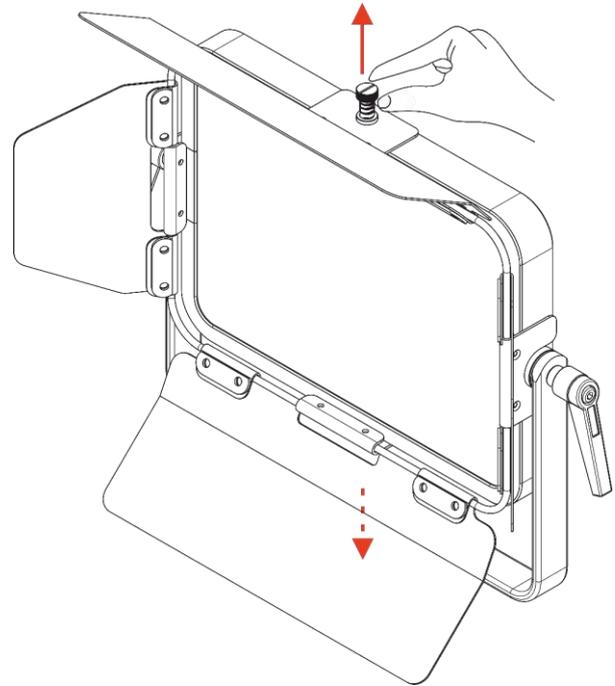

Fig. 09
- 02) Sujete el resorte de ajuste, tire de él hacia arriba en la parte superior del dispositivo y hacia abajo en la parte inferior (véase la Fig. 09).